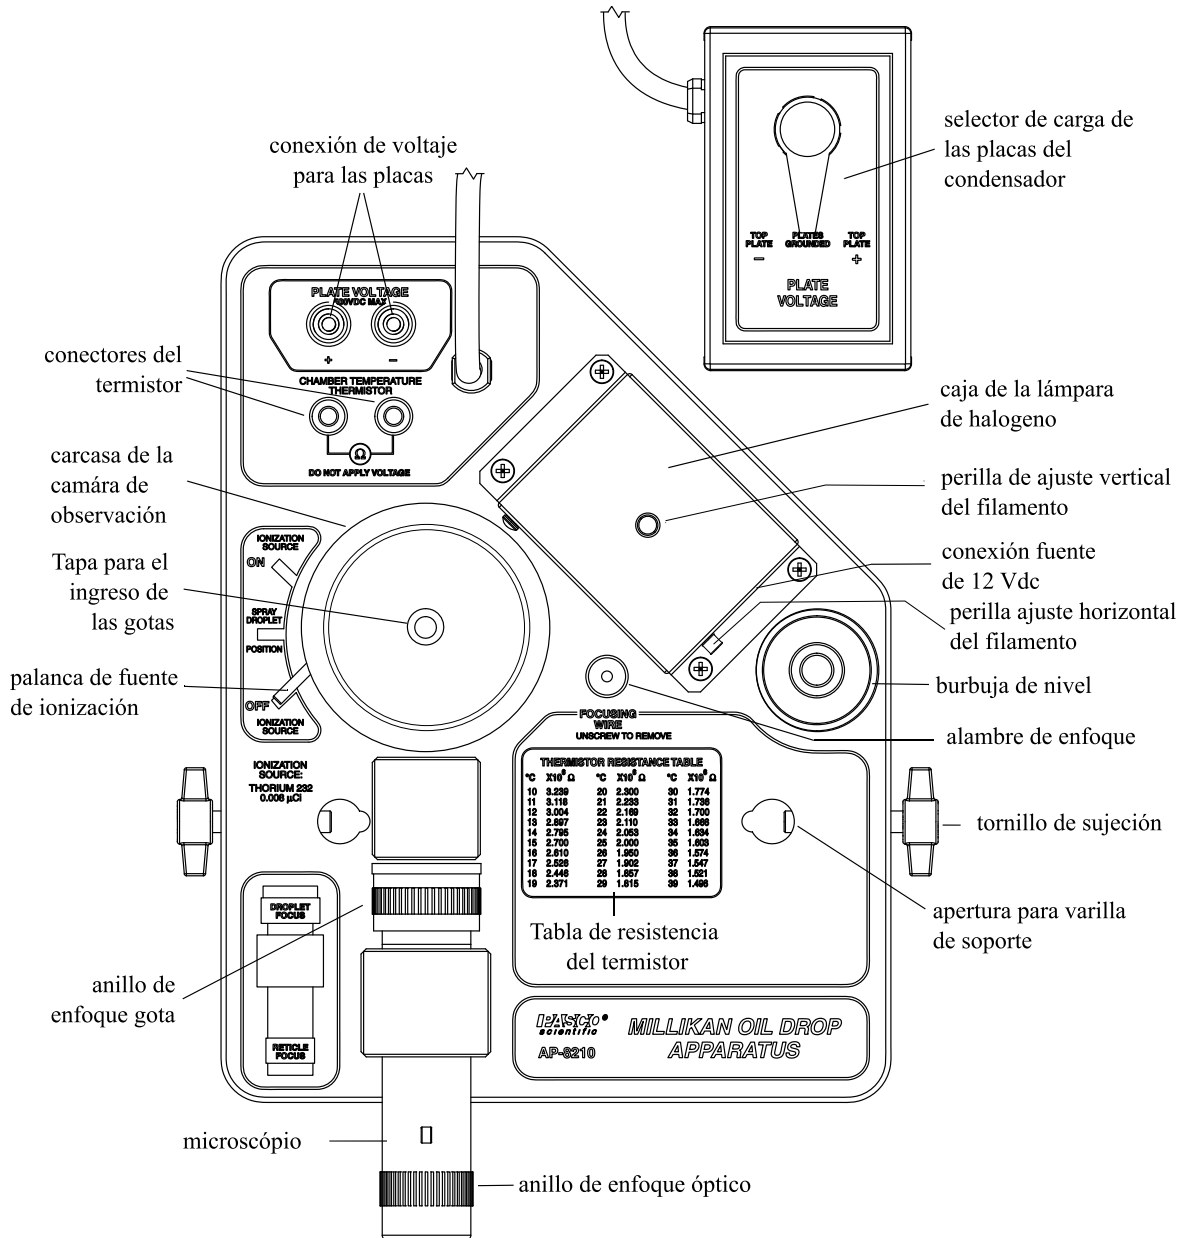

Figura 1.3: Componentes de la plataforma
En la plataforma de aparatos se encuentran el cuerpo principal del equipo, es necesario que la plataforma este nivelada y a una altura tal que sea cómoda para el observador. A continuación se describen sus componentes. (Ver Figura 1.3)
2. Conecte el transformador de 12V DC a la lámpara mediante el cable jack en la caja negra de la lámpara halógena, Figura 1.3, que esta cerca a la burbuja de
6. Es necesario conocer la temperatura interna de la cámara de observación de las gotas, para ello conecte el multímetro a los conectores de termistor, Figura 1.3 y mida la temperatura.